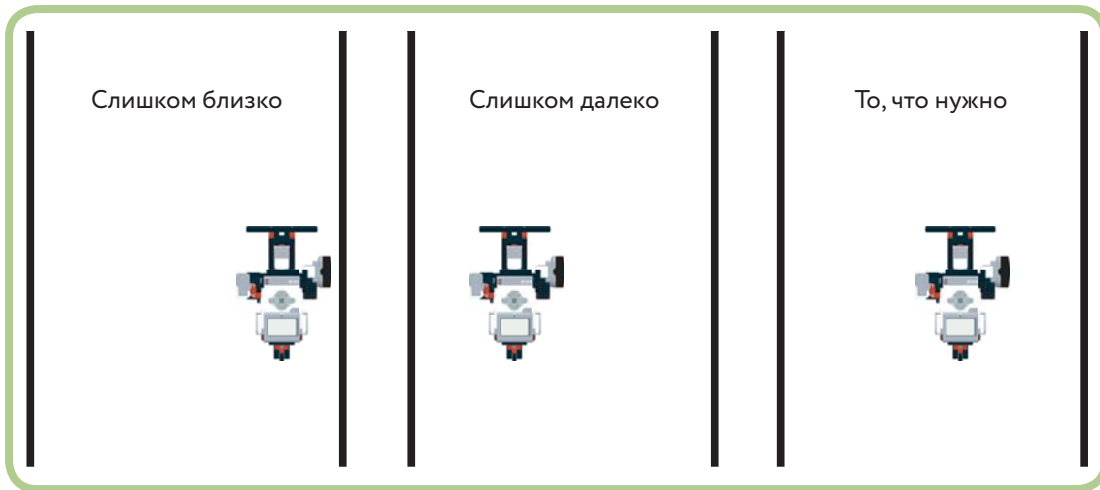

Рис. 7.9. Размещение робота TriBot у стены
1. Поставь робота TriBot на пол рядом со стеной так, чтобы инфракрасный датчик был направлен в сторону стены. Убедись, что для совершения роботом полного оборота достаточно места (рис. 7.9).